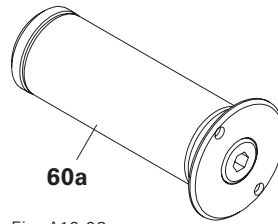

Fig. A10.02a
- Stopper MX18-75 MF-S (Fig. A10.02a)